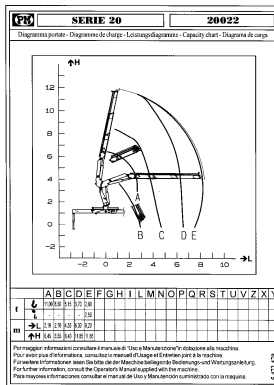

fig. 7.3.1
La targhetta riportata in fig. 7.3.1 è applicata in prossimità della consolle dei comandi ed è riepilogativa di tutti gli allestimenti previsti per questa macchina. Occorrerà individuare e rispettare i valori relativi al reale allestimento presente. Sui diagrammi, in orizzontale (L) e in verticale (H) vengono individuate in metri le distanze che un certo carico può raggiungere. Il carico viene individuato dalle lettere "A, B, C" ecc. Nella tabella, per ogni lettera viene individuata in tonnellate (t) la portata massima sia al gancio (🔗) che con il verricello (🌀) e le distanze L e H raggiunte dal carico. Per ulteriori chiarimenti consultare il diagramma relativo allo specifico allestimento riportato di seguito.
*The plate shown in fig. 7.3.1 is attached near the control console to illustrate all the possible set-ups of the machine.*